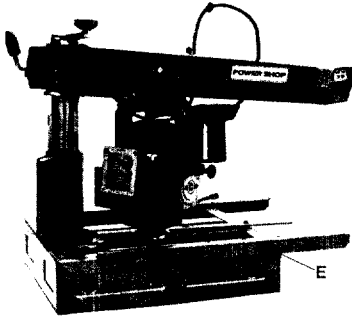
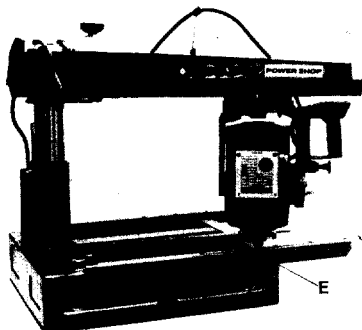

Fig. 3
Fig. 4
1. Place the motor in the vertical position as in illustration. 2. Release the arm clamp lever and the carriage locking lever, rotate the arm through 50° approx bringing the motor head to a position directly over the left support bracket (Fig. 3). 3. Carefully lower the motor with the elevating handle until the motor arbor just touches the support bracket as in the illustration. 4. Tighten the nut (D) move the motor to the proximity of (E), adjust and tighten the nut (E) (Fig. 4). 5. Move the arm to the right of the machine and repeat the operation for the right support bracket. 6. Position the central support bracket by means of the adjusting pins, using a screw driver. 7. Carry out a final check of all three support brackets, making sure that all screws are tightened completely. N.B. It is important not to vary the height of the arm during the adjustment procedure.
1. Posizionare verticalmente il motore come in figura. 2. Sbloccare la leva bloccaggio braccio e la leva bloccaggio carrello, ruotare il braccio di circa 50° portando la testa motore sopra il supporto sinistro (Fig. 3). 3. Abbassare con cura il motore con la manovella di sollevamento affinché l'albero del motore stesso sfiori il supporto come in figura. 4. Serrare il dado (D), spostare il motore in prossimità del dado (E), regolare e serrare bloccando il tutto (Fig. 4). 5. Spostare il braccio a destra ripetendo l'operazione per il supporto destro. 6. Posizionare il supporto centrale agendo con cacciavite sui colonnini di regolazione. 7. Eseguire un controllo finale di tutti e tre gli appoggi assicurandosi che tutte le viti siano ben serrate. N.B. È importante non variare l'altezza del braccio durante la regolazione.
1. Placer le moteur en position verticale. 2. Dégager les leviers de blocage du bras et du chariot et faire tourner le bras d'environ 50° pour amener l'arbre du moteur au-dessus de la cornière de support de gauche (Fig. 3). 3. Faire descendre prudemment le moteur (avec la manivelle d'élévation du bras jusqu'à ce que l'arbre du moteur touche légèrement la cornière de support. 4. Serrer la vis (D) et déplacer le moteur jusqu'à proximité de la vis (E), ajuster et serrer ces deux vis (Fig. 4). 5. Déplacer le bras vers la droite et répéter la même opération avec la cornière de support droite. 6. Positionner le support de table central au moyen des goupilles d'ajustage, en utilisant un tourne-vis. 7. Effectuer une dernière vérification des trois cornières de support en s'assurant que toutes les vis sont bien serrées.
1. Motor vertikal stellen, wie nebenstehend gezeigt. 2. Feststellvorrichtungen für den Ausleger und Rollschlitten lösen, ebenfalls Klinke ausrasten. Den Ausleger auf ca. 50° schwenken, damit die Motorachse direkt über die linke Winkelschiene zu stehen kommt (Fig. 3). 3. Ueber die Höhenverstellung den Motor vorsichtig absenken bis d. Motorachse die Winkelschiene berührt. 4. Schraube (D) anziehen, den Motor nach vorne bis zur Höhe der Schraube (E) ziehen. Nun hier die Winkelschiene einstellen und die Schrauben D und E nachziehen. 5. Jetzt den Arm zur rechten Seite der Maschine schwenken und den vorher beschriebenen Vorgang hier wiederholen. 6. Die Einstellung der Stützstrebe (B) mittels Stellschrauben (S) erfolgt in gleicher Weise. 7. Nochmals überprüfen, dass die Teile A und B alle in einer Ebene liegen und die Schrauben D und E fest angezogen sind.
1. Plaats de motor vertikaal, zoals op de foto getoond. 2. Draai de arm klem en de rolwagen klem los en verplaats de arm ongeveer 50° zodat de motoras boven de linker tafelblad steun kan worden gebracht (Fig. 3). 3. Draai de arm met motor naar beneden, tot de motoras juist de steun raakt, op de wijze zoals op de foto aangegeven. 4. Draai bout (D) vast en beweeg de motor tot dicht boven bout (E). Stel de steun op hoogte en draai bout (E) vast. 5. Verplaats de arm nu naar rechts en herhaal dezelfde regeling voor de rechter tavelblad steun. 6. Monteer de middelste steunstrip met behulp van de regelstiften, gebruik een schroevendraaier. 7. Controleer nogmaals de hoogte instelling van de 3 tafelsteunen en dat alle bouten en moeren goed zijn vastgedraaid.